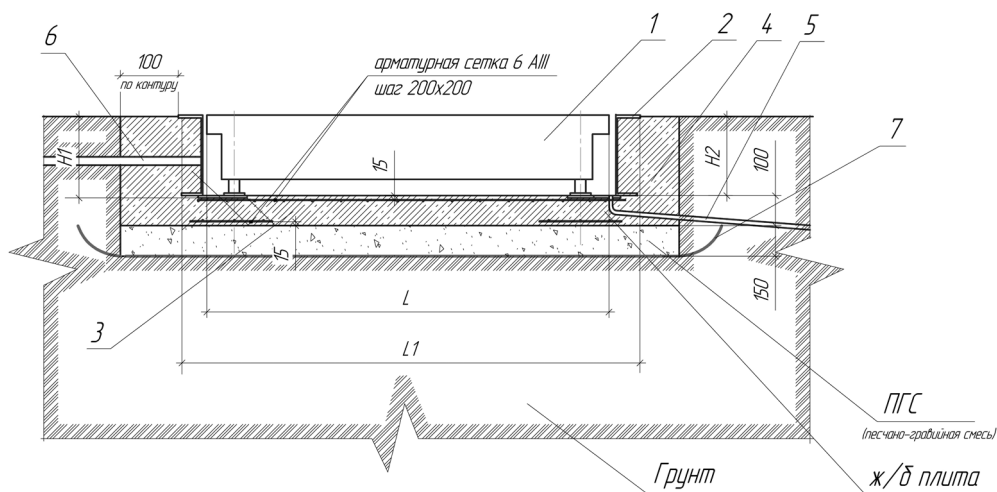

Рис. 4 Схема прямка
2.2.3.1 Схема приямка для установки весов ВСП4-В представлена на Рис. 4
2.2.3.5 После отвердения Ж/Б основания 3 установить раму 2 в приямок в соответствии с Рис. 4, а пространство между рамой 2 и стенками котлована заполнить бетоном. После отвердения бетонной рубашки 4 приступить к дальнейшей сборке весов.
2.2.3.8 Ввернуть опоры 2 в резьбовые отверстия датчиков врезной платформы 1 таким образом, чтобы высота платформы 1, установленной на плоской поверхности, была бы равна глубине рамы 3 (размер Н2 на Рис.4). Установить на врезной платформе 1 рым-болты 5. Врезную платформу 1 необходимо расположить в раме 3 таким образом, чтобы сторона платформы 1, у которой находится вывод соединительного шнура 7, соответствовала стороне рамы 3, на которой находится отверстие 6 для вывода соединительного шнура 7.